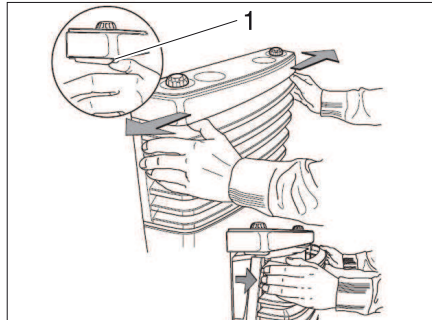

Bild 102 Heizungsverkleidung abnehmen
- Heizungsverkleidung abnehmen. Dazu die Verschlussfedern (Bild 102,1) seitlich nach außen drücken, Verkleidung nach vorn schwenken und aus den unteren Lagern heben.